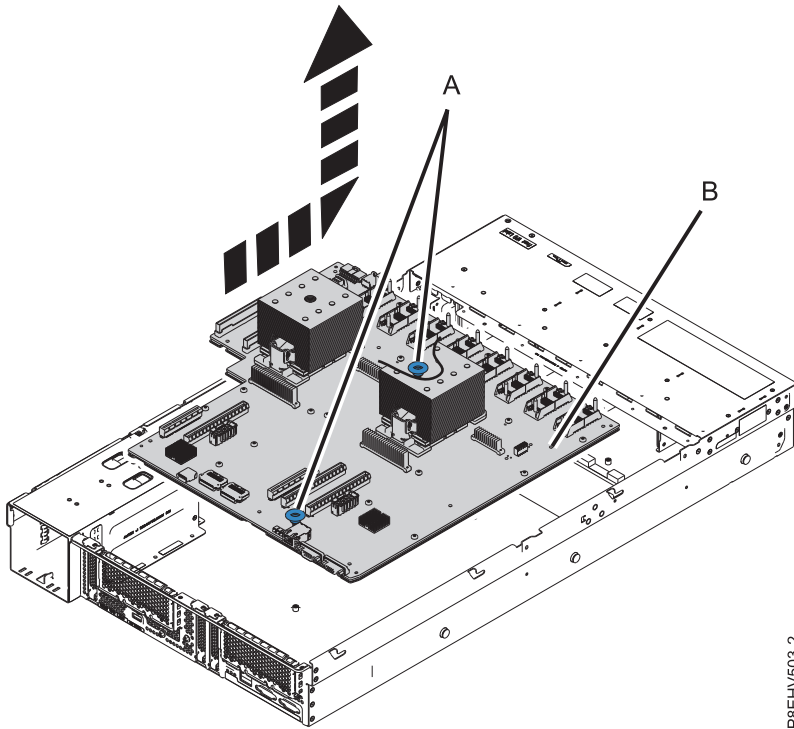

Figure 65. Soulèvement du fond de panier
12. A l'aide des points de levage de couleur bleue, faites glisser le fond de panier système **(E)** vers le ventilateur, puis soulevez-le pour le retirer. Voir figure 65, à la page 68.